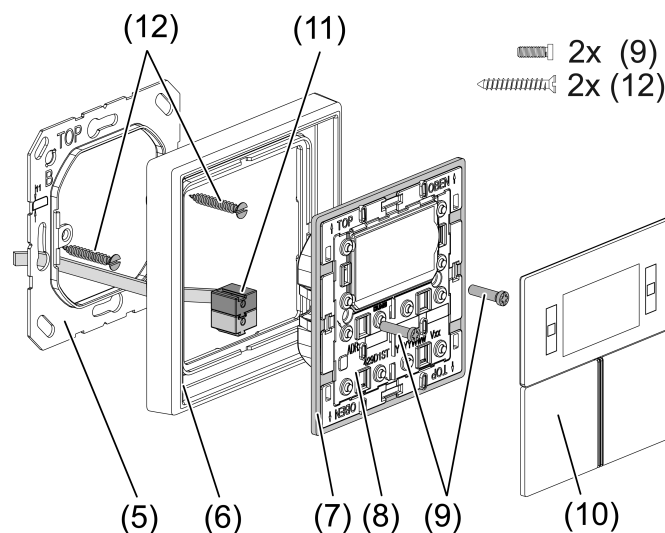

рисунок 2: Монтаж модуля регулятора
- Установить переходную рамку (7) в правильном положении спереди на модуль (8) (см. рисунок 2). Соблюдайте маркировку **TOP** = = верх.